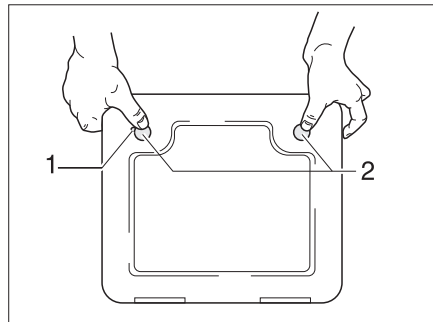

Bild 278 Klappe für die Toiletten-Kassette
- Die Klappe für die Kassette außen am Fahrzeug öffnen. Dazu den Schlüssel in den Schließzylinder des Druckschlösses (Bild 278,1) stecken und eine viertel Umdrehung drehen.
- Beide Druckschlösser (Bild 278,2) gleichzeitig mit dem Daumen drücken und die Klappe für die Kassette öffnen.